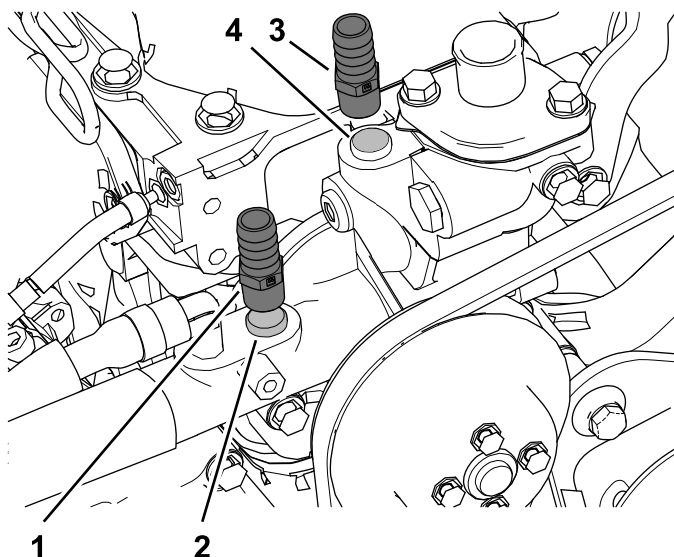

Figure 34
2. Retirez les obturateurs des flexibles de retour et d'alimentation du chauffage, et montez les raccords (3/8 NPT x 0,625 cannelés) comme montré à la Figure 34.